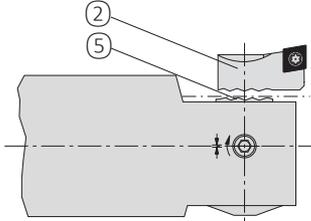

図3
スライダ⑤は、さまざまなインサートホルダー②を素早く簡単に固定できるよう特別な形状になっています(図3)。インサートホルダーのねじのトルク値については、12ページの技術データを参照してください。